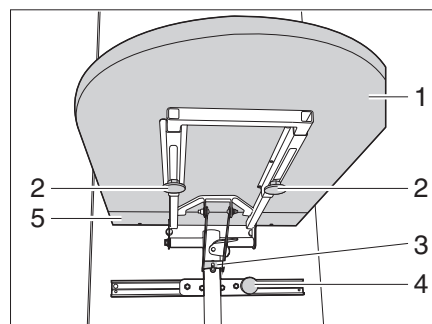

Bild 41 Klappptisch, Tischfußaufnahme
- Zwei Rändelschrauben (Bild 41,2) lösen und Tischplatte (Bild 41,1) nach vorne schieben.
- Tischplattenverlängerung (Bild 41,5) von der Tischplatte abnehmen.
- Tischplatte nach oben heben und Stütze (Bild 41,3) aushängen.
- Tischplatte (Bild 41,1) nach unten schwenken.
- Rändelschraube (Bild 41,4) lösen und Klapp Tisch in gewünschte Position verschieben.
- Rändelschraube (Bild 41,4) wieder anziehen.